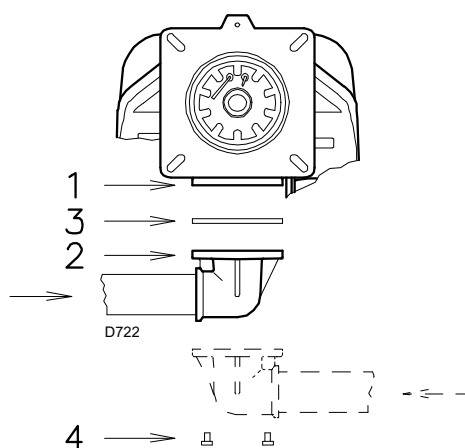

Fig. 28
- La rampa gas va collegata all'attacco del gas 1) tramite la flangia 2), la guarnizione 3) e le viti 4) date a corredo del bruciatore (Fig. 28).